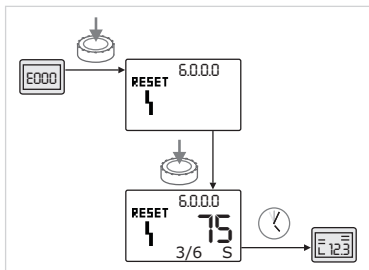

Fig. 47: Acquittement du type de défaut B (X < Y)
- Si l'occurrence actuelle du défaut est inférieure à l'occurrence maximale (fig. 47) :